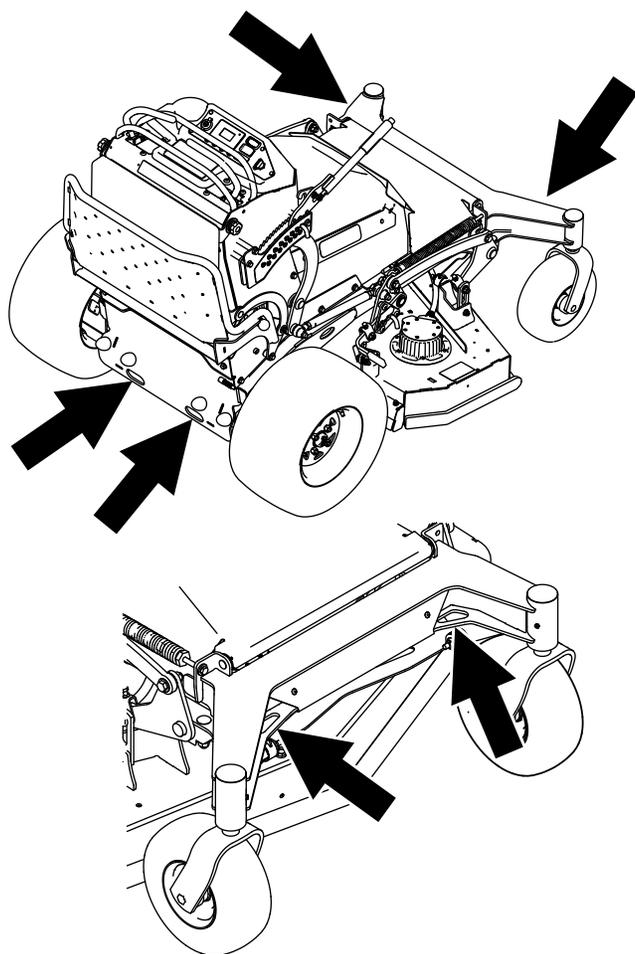

図 39
7. 前キャストホイールまたは前フレームの穴と、後部バンパーの穴を利用して、機体をロープやチェーンなどで固定する 図 39。ロープ掛けや積荷固定については各地域の法令などに従ってください。